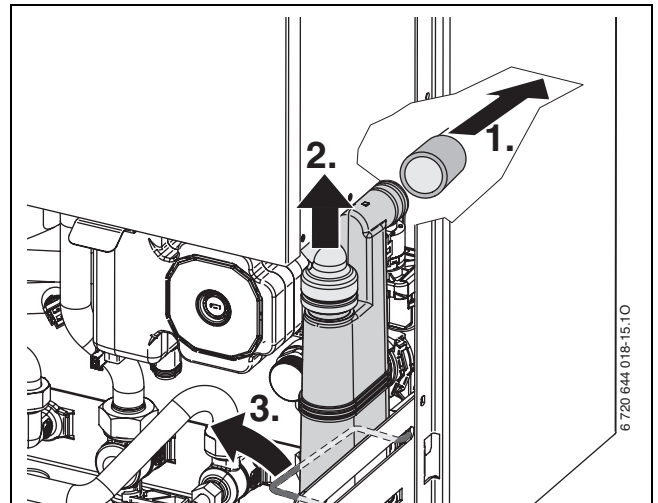

Fig. 53
- ▶ Afmonter vandlåsen til kondensvand (→ fig. 53, og stil en passende beholder under).